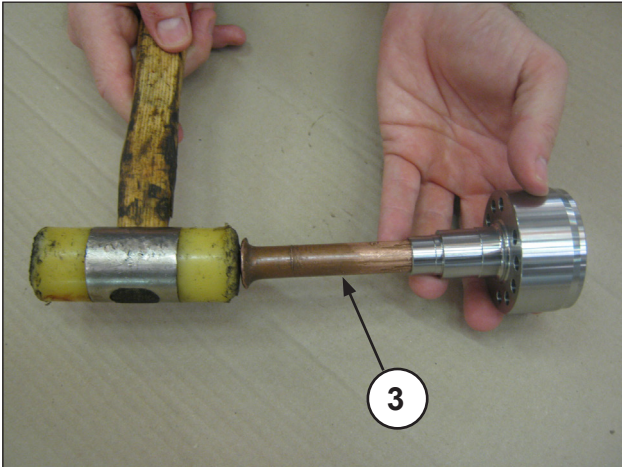
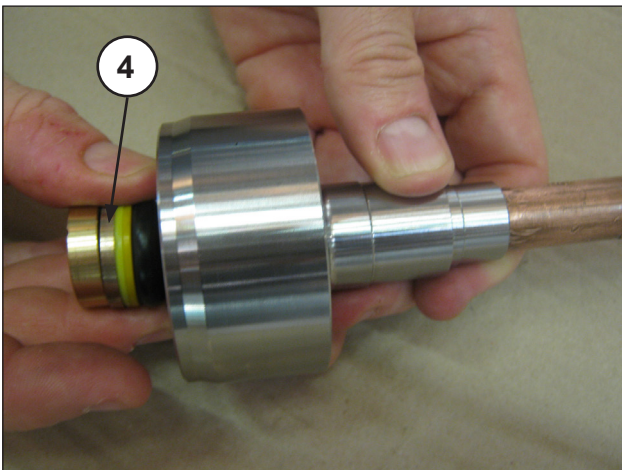
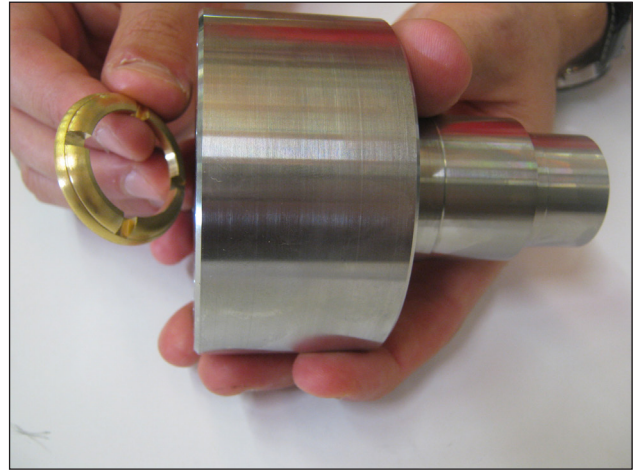

Abb. 128
Abb. 129
Abb. 130
- Mit abgetrenntem HD-Dichtungshalter und mit einem passenden Dorn (Pos. ③ Abb. 128) ziehen Sie den HD-Dichtungssatz (Hochdruck) (Pos. ④ Abb. 129) heraus und entnehmen schließlich die Kopfdichtung (Abb. 130).
Bei jedem Ausbau muss der HD-Dichtungssatz (Abb. 129, Pos. ④) ausgetauscht werden.